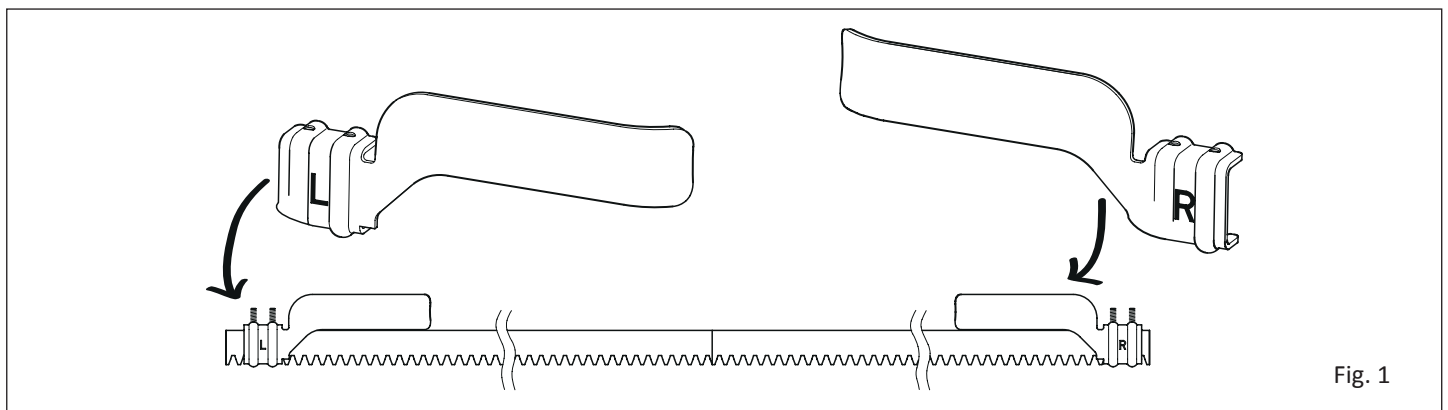

Fig. 1
- Si los finales de carrera son de tipo mecánico: R = DERECHO; L = IZQUIERDO (fig. 1).
- Se os fins de curso forem de tipo mecânico: R = DIREITO; L = ESQUERDO (fig. 1).